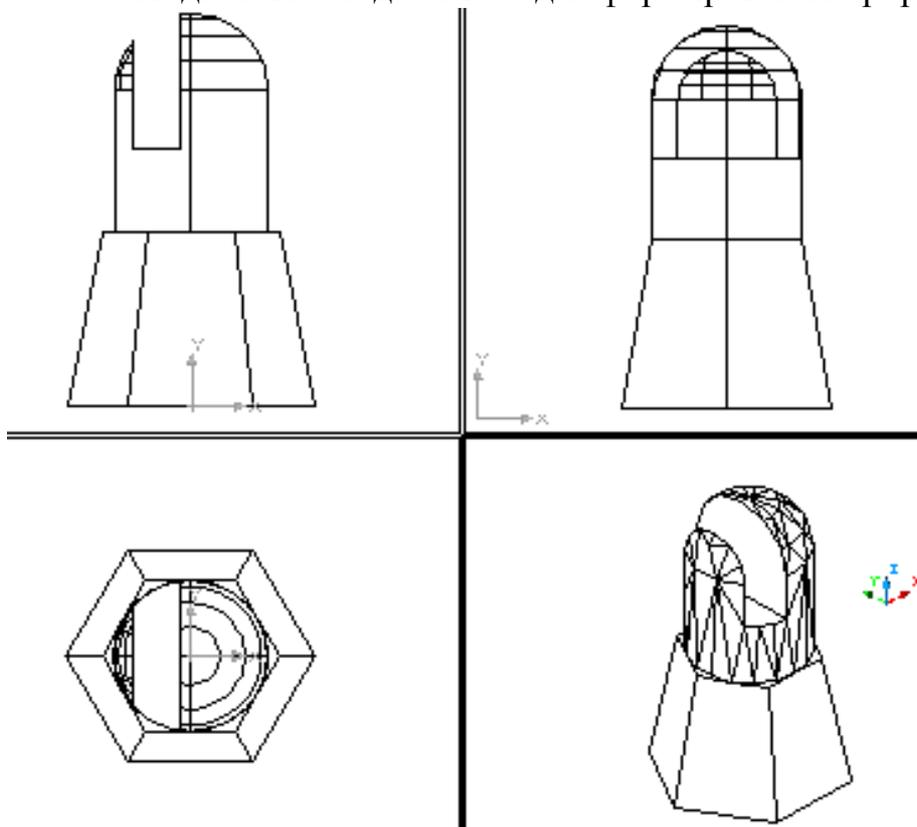

Рис. 6.16. Выполнение прорези в теле модели
4. Для формирования прорези в верхней части предмета вначале командой **EXTRUDE** создается призма (рис. 6.15). Затем командой **Subtract** осуществляется вычитание призмы из исходного тела. Результат вычитания представлен на рис. 6.16.